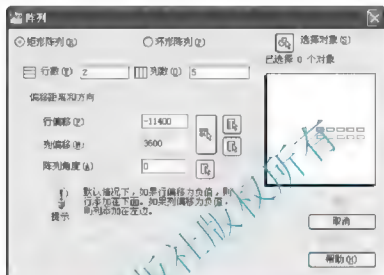

图 2.63 【阵列】对话框
(1) 单击【修改】工具栏上的【阵列】图标或在命令行输入“Ar”并按 Enter 键，打开【阵列】对话框。
① 【阵列】对话框中的选项设置如图 2.63 所示。